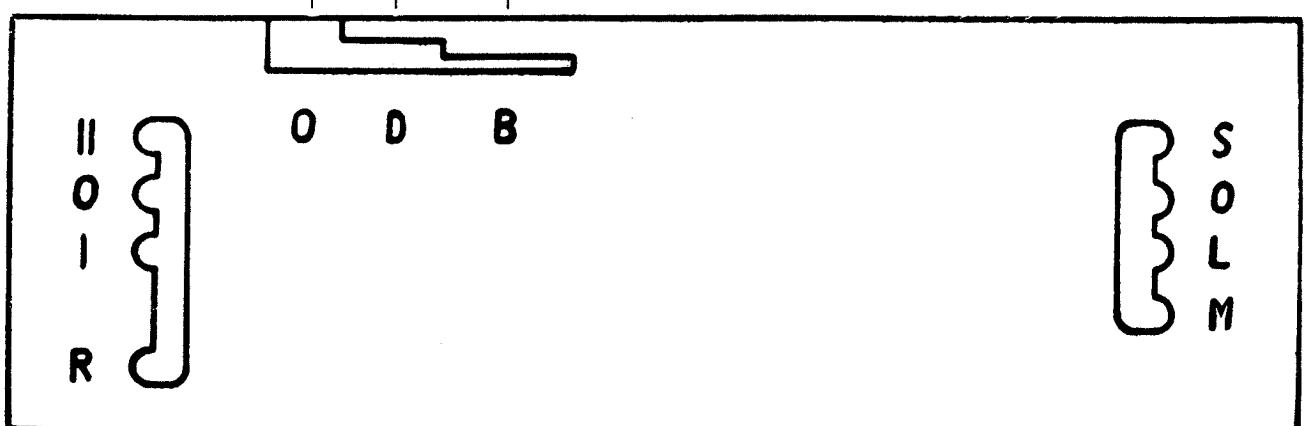

Fig. 6 Schematische Darstellung des Schaltbrettes zwischen den Sterzen
2. Schaltung (Fig. 6)
2. Tableau des vitesses (fig. 6)
2. Innesto delle velocità (fig. 6)